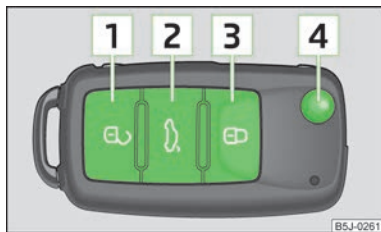

Fig. 12
► Pulsar la tecla **1** » fig. 12.
► Pulsar la tecla **3** » fig. 12.
► Pulsar la tecla **3** » fig. 12 dos veces en 2 segundos. Para más información » página 25.
► Pulsar la tecla **2** » fig. 12. Para más información » página 31.
► Pulsar la tecla **4** » fig. 12.
► Pulsar la tecla **4** » fig. 12 y plegar el paletón de la llave.